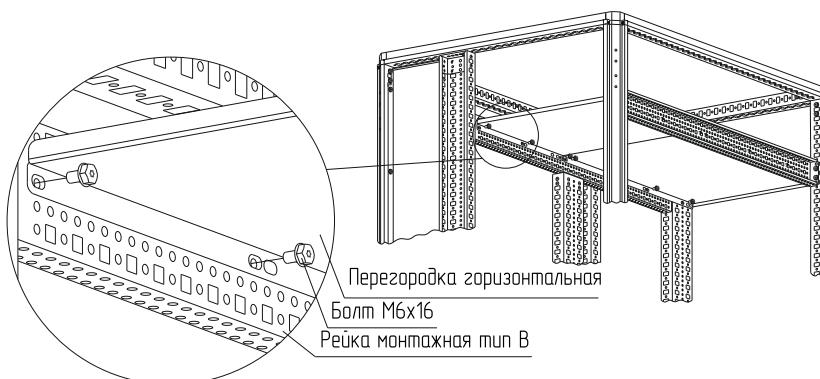

Рисунок 58
- вариант 1. Для этого закрепите рейки монтажные тип В и перегородку на нужных высотах болтами М6x16 (рисунок 58). Момент затяжки – 7 Н·м. Рейки и болты в комплект не входят;